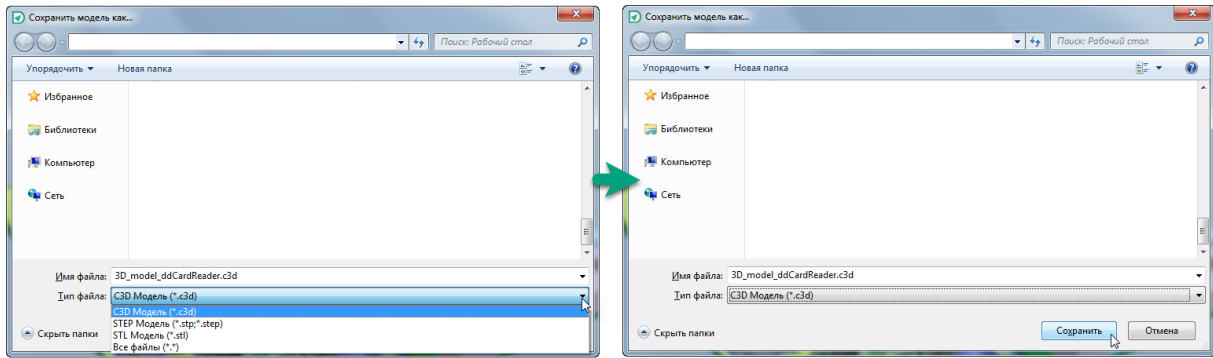

Рис. 414 Выбор формата сохранения 3D модели
2. Указать в окне проводника место, где будет сохранена 3D модель платы, указать имя файла для модели и выбрать формат, в котором она будет сохранена, см. Рис. 414.